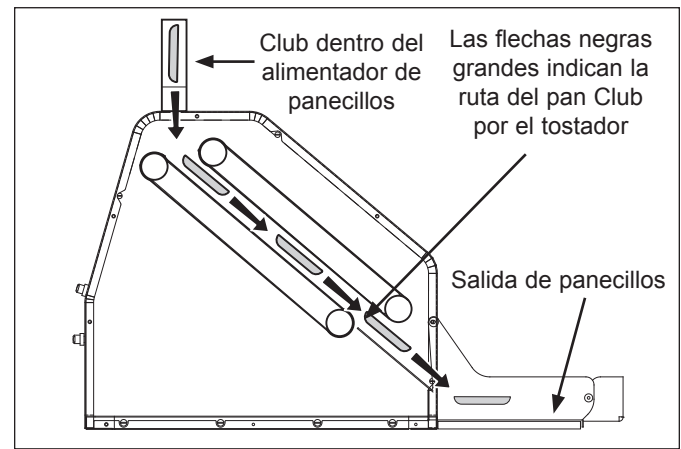

Figura 5. Ruta de tostado del CTX-200L
2. Inserte el pan club en el alimentador de panecillos (Figura 5).